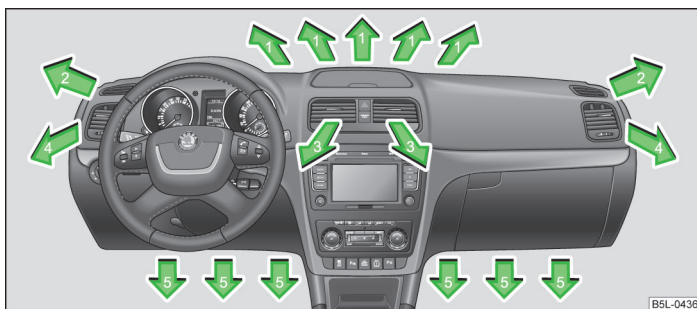
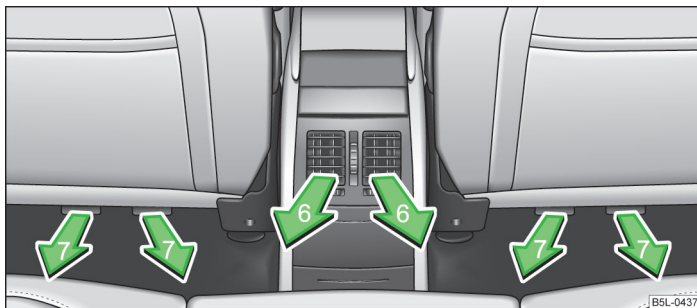

Fig. 88 Bocchette di ventilazione anteriori
Fig. 89 Bocchette di ventilazione posteriori
- Ruotare la ruota orizzontale (verso destra) » fig. 88.
- Ruotare la ruota verticale (tra le posizioni finali) » fig. 89.
Le bocchette di ventilazione 3, 4 » fig. 88 e 6 » fig. 89 possono essere aperte e chiuse singolarmente.
- Bocchette di ventilazione **4** » fig. 88 a pagina 87.
- Si raccomanda di lasciare le bocchette **3** » fig. 88 a pagina 87 in posizione aperta.